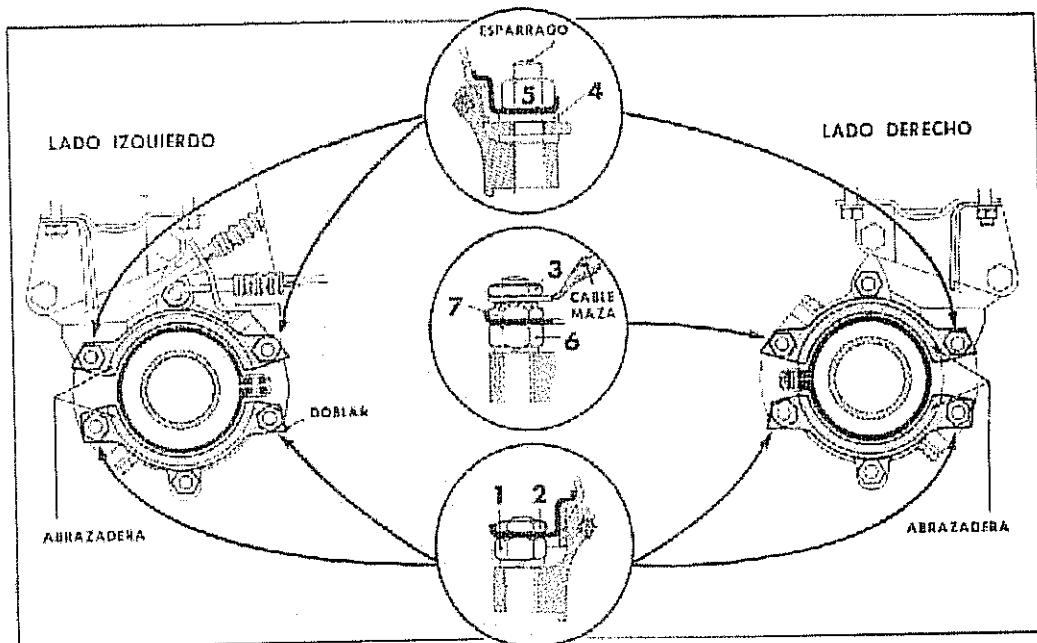

Fig. 246
- c) Proceder al montaje de las abrazaderas media luna y demás elementos que se indican en la Fig. 246, apretando las tuercas de fijación de las carcasas de articulación a la torsión de 4 a 6 mkg (29 a 43 pie-lbs).
- Colocar en cada espárrago inferior arandelas grover y tuercas (1, Fig. 246), luego las abrazaderas media luna y por último las tuercas chatas (2, Fig. 246).
- Colocar en el espárrago superior del lado derecho donde va montado el cable de masa, una arandela grover y una tuerca (6, Fig. 246).
- Instalar en los tres espárragos superiores restantes, arandelas planas (4, Fig. 246), abrazaderas media luna y las tuercas de
sujeción de la carcasa de articulación (5, Fig. 246).
- Finalmente colocar en el espárrago donde va montado el cable de masa y sobre la abrazadera media luna la tuerca chata (7, Fig. 246), la arandela abanico, el cable de masa y la tuerca chata codmiada (3, Fig. 246).